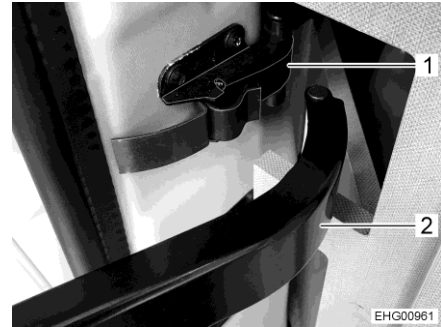

Bild 16 Begränsningsgångjärn (Delfin C)
- Haka av begränsningsgångjärnet (Bild 16,2) från fästet (Bild 16,1) på dörren.